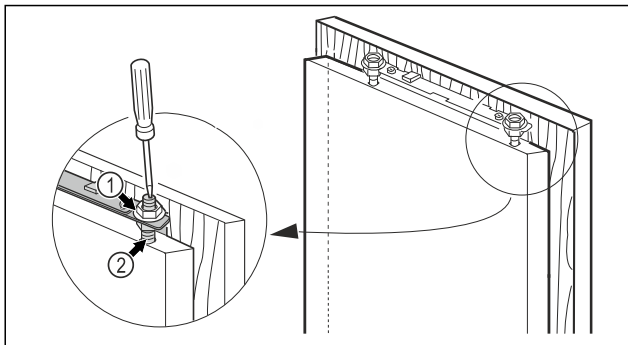

Fig. 66
- Pojistné matice Fig. 66 (1) dotáhněte šestihranným klíčem 13, přitom přidržujte ustavovací čepy Fig. 66 (2) na protější straně šroubovákem.